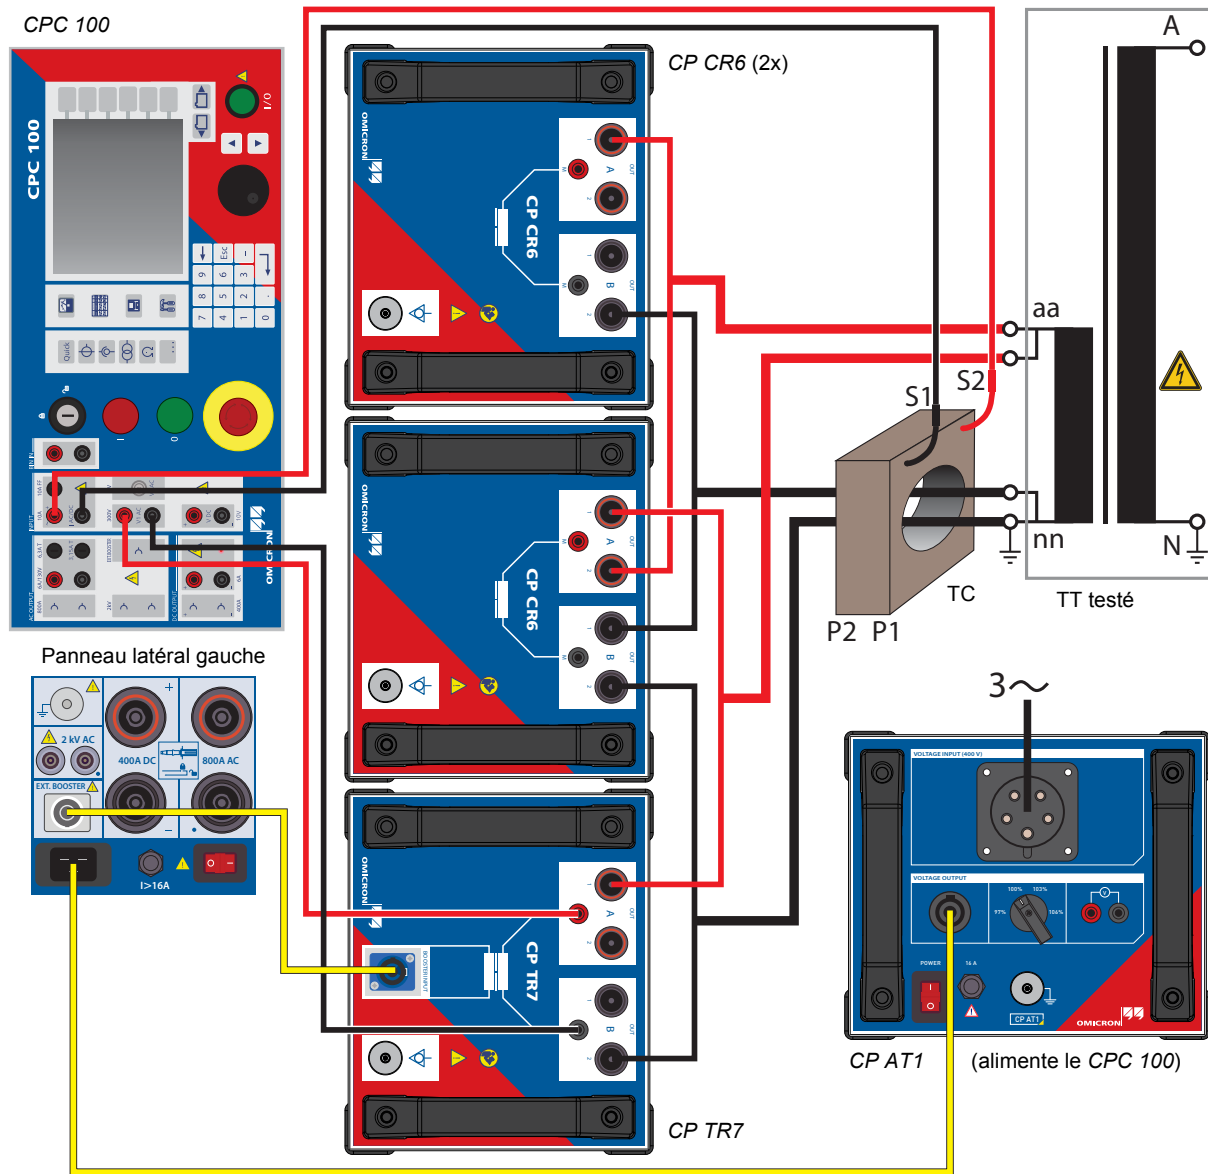

Figure 3-6: Montage pour 2,10 mH
7. Pour la mesure du courant à l'entrée du TT de puissance, connecter le transformateur de courant fourni comme indiqué à la figure 3-6 sur la page suivante.